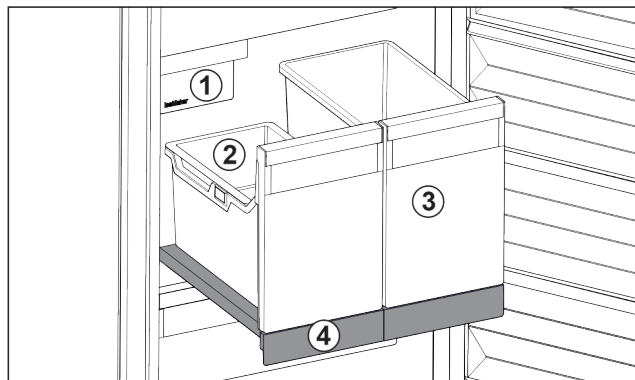

Fig. 28 Выдвжная панель с IceTower
- (1) IceMaker
- (2) Подвесной лоток для кубиков льда
- (3) Контейнеры для пиццы, алкогольных напитков
- (4) Выдвжная панель
На выдвжной панели находятся два высоких контейнера (IceTower). В контейнере Fig. 28 (2) собираются и хранятся кубики льда из IceMaker. Контейнер Fig. 28 (3) подходит для хранения высоких продуктов, таких, как пицца или алкогольные напитки.